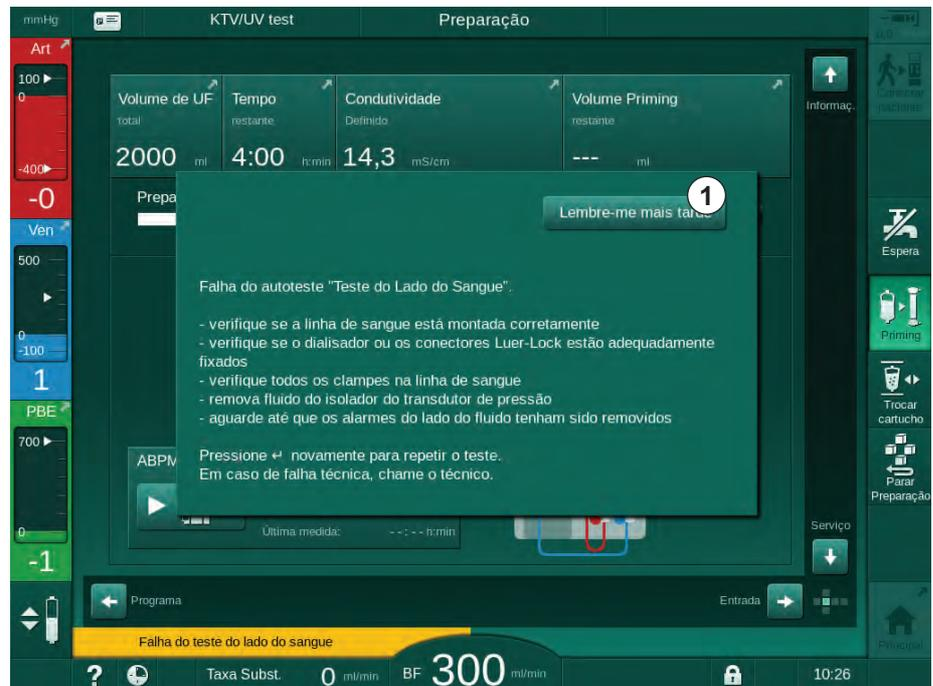

Fig. 12-4 Toque em *Lembrar-me mais tarde*
Em caso de alguns alarmes e avisos específicos (p.ex., alarme SAD ou *Falha do teste do lado do sangue* (1089), uma janela pop-up aparece, indicando informações relativas ou instruções de tratamento. Essa janela contém o botão *Lembrar-me mais tarde* (Fig. 12-4, ①) possibilitando ocultar a janela. Simultaneamente à janela pop-up, a tecla *Enter* se ilumina. Execute as atividades indicadas.